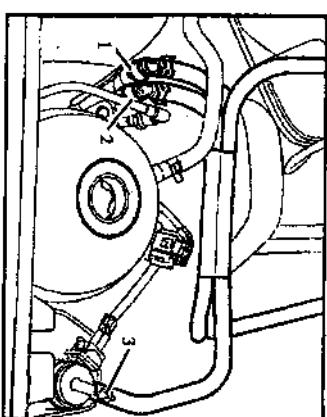

图 1-1 软管的拔下
- (1) 检查车上是否装有编码的收音机,如有,先查取防盗密码。
- (2) 关闭点火开关,拆下蓄电池搭铁线。
- (3) 拆下发动机盖罩。
- (4) 拆下空气滤清器。
- (5) 拆下发动机上的真空及通风软管。
- (6) 拆下供油软管 1(有白色标记)及回油软管 2(有蓝色标记),用抹布擦净流出的燃油,拆下电磁阀软管 3,见图 1-1。